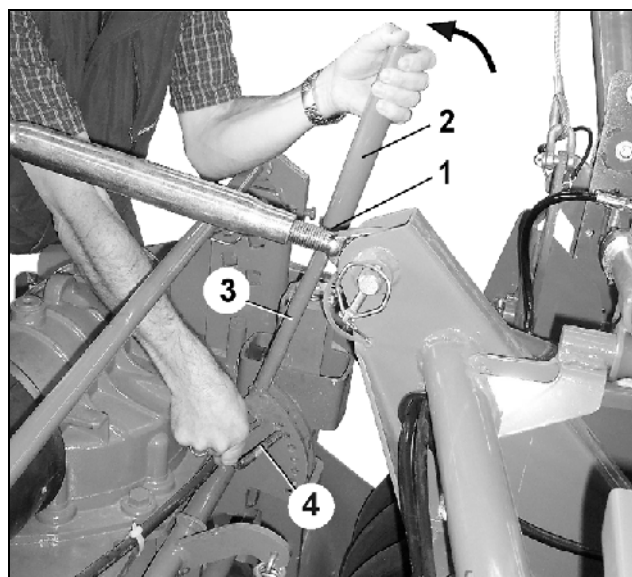

Fig. 105
- Allentare la spina a scatto (Fig. 105/1)
- Estrarre la prolunga della leva (Fig. 105/2) dalla leva (Fig. 105/3)
- Ruotare la prolunga della leva e fissarla sulla leva con una spina a scatto (Fig. 105).
- Bloccando mediante il bullone (Fig. 105/4) nel gruppo forato, regolare la barra livellatrice sull'altezza desiderata.